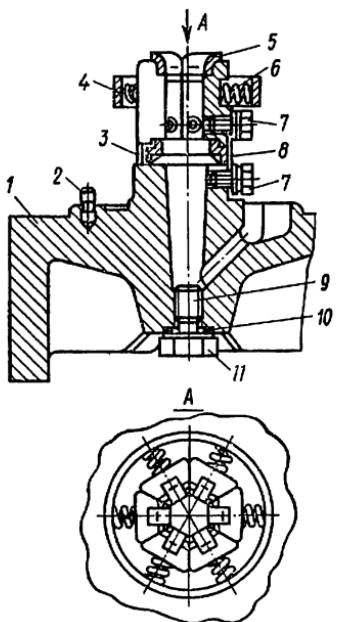

Рис. 82. Неподвижный розеточный (вставной) контакт выключателей ВМГ-10 и ВМПП-10:
**Ремонт розеточного неподвижного контакта** (рис. 82). Если ламели розеточного контакта имеют оплавления или небольшие наплыты металла, достаточно их зачистить. Размеры ламелей не должны отличаться от заводских более чем на 0,5 мм. После зачистки ламелей не должно оставаться раковин глубиной более 0,5 мм. Сильно поврежденные ламели рекомендуется поменять местами с менее поврежденными. При наличии глубо-